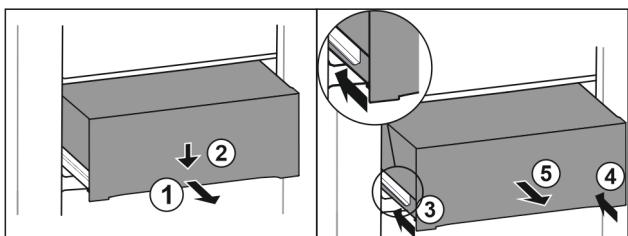

Fig. 144
- Изтеглете чекмеджето наполовина. Fig. 144 (1)
- Натиснете надолу чекмеджето от предната страна. Fig. 144 (2)
- Вкарайте лявата релса приблизително 2 см навътре. Fig. 144 (3)
- Вкарайте дясната релса приблизително 2 см навътре. Fig. 144 (4)
- Извадете чекмеджето напред. Fig. 144 (5)